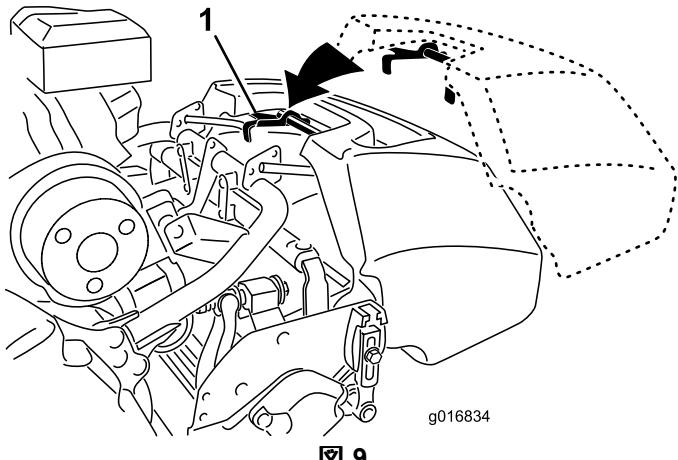

図 9
- バスケットのハンドルをつかむ 図 9。
- バスケットのリップ部をカッティングユニットの左右のサイドプレートの中央部に合わせて前ローラの上にセットする 図 9。
- フレームループの上からバスケットを取り付ける 図 9。